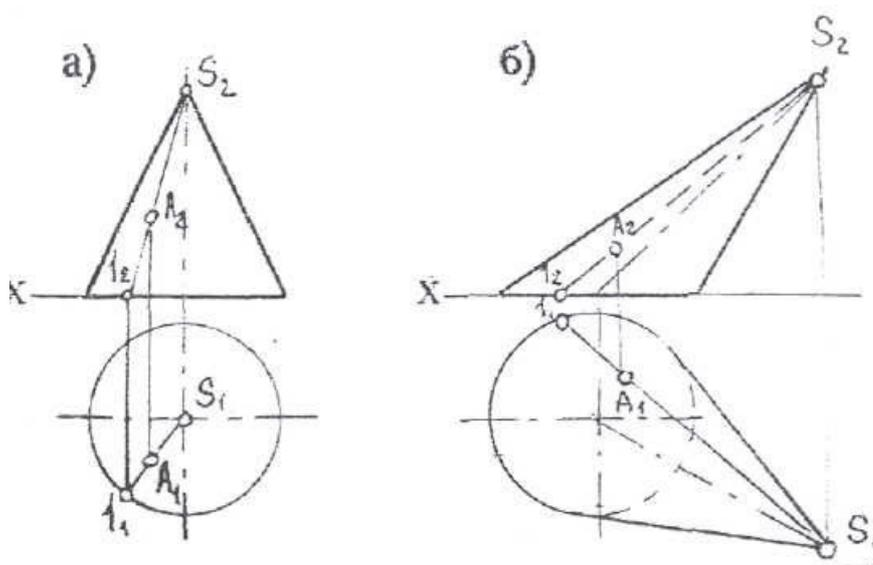

Рис. 10
**Коническая поверхность** представляет собой поверхность, образованную движением прямой линии по некоторой направляющей. В данном случае направляющей является окружность. Причём прямая во всех положениях проходит через одну и ту же точку, называемую вершиной (рис.10). Часть замкнутой конической поверхности, заключённой между её вершиной и плоскостью любого направления, образует геометрическое тело - **конус**. На рис. 10 а, б дано изображение прямого и наклонного конуса и определение положения точки на их поверхностях.